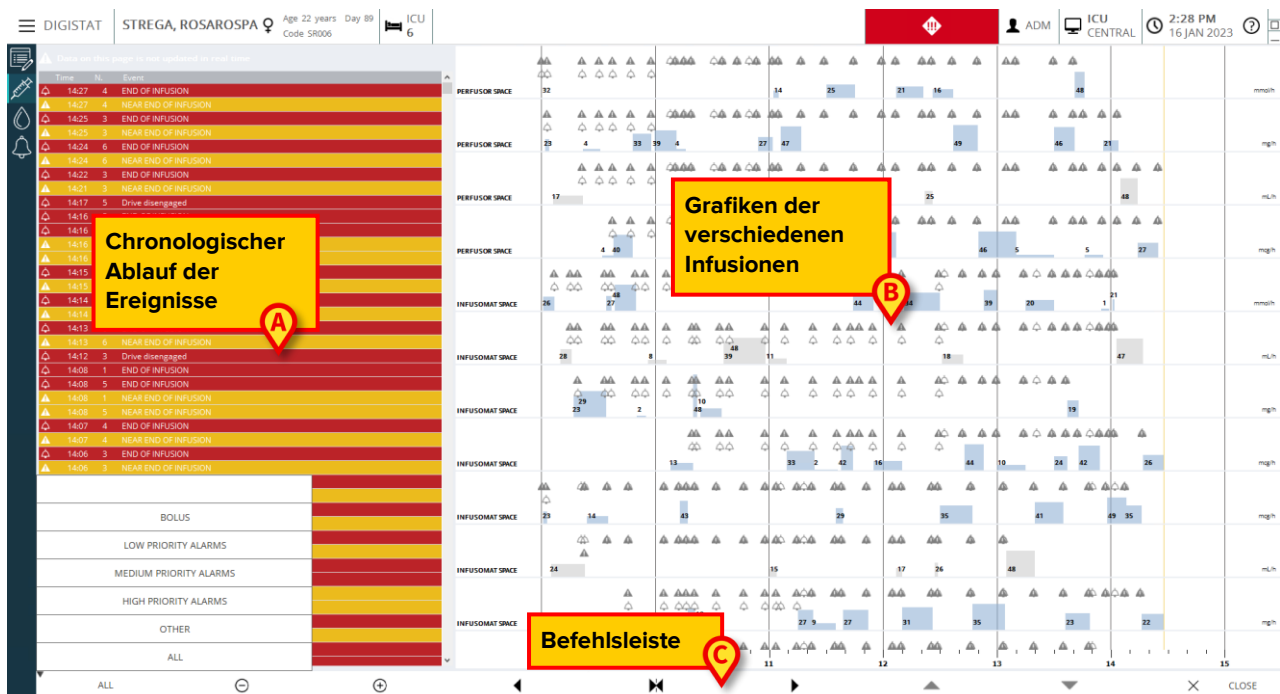

Abb. 15
- eine Liste aller Ereignisse, die während des gesamten Krankenhausaufenthalts des gewählten Patienten von allen Pumpen registriert wurden (Abb. 15 A – siehe Seite 15);
- eine Grafik der verschiedenen Infusionen (Abb. 15 B: die Grafiken sind so zu verstehen, wie unter "Patientenzentrale" auf Seite 13 erläutert);
- eine Befehlsleiste, die es gestattet den Anzeigenmodus der Grafik zu bestimmen (Abb. 15 C – siehe Seite 16).